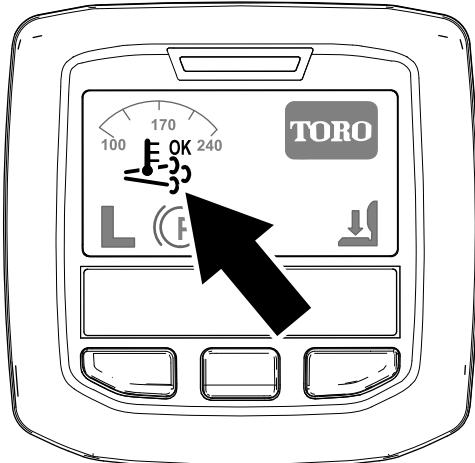

Figura 35
- Nell'InfoCenter viene visualizzata l'icona di rigenerazione assistita/ripristino (Figura 35).